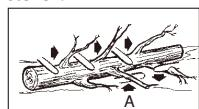

Bild. 12
Zweige werden vom gefällten Baum entfernt. Entfernen Sie Stützzweige (A) erst, wenn der Stamm in Längen geschnitten ist (Bild. 12). Unter Spannung stehende Zweige müssen von unten herauf geschnitten werden, damit die Kettenäge sich nicht verklemmt.